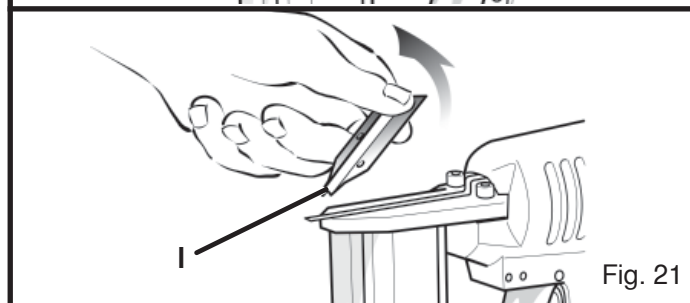

Fig. 21
- 6) Extraiga la cubierta (I) de la clavadora/grapadora (Fig. 21).
- 8) Vuelva a colocar la cubierta (I) de la clavadora/grapadora.
- 9) Usando una llave Allen apropiada (G), vuelva a ajustar los tornillos (M) - (N) y (O) en la cubierta (I).